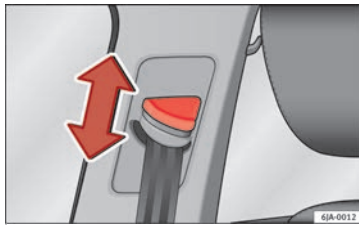

Abb. 81 Einbauort der Gurthöheneinstellung.
- Drücken Sie den Umlenkbeschlag im oberen Bereich und halten Sie den Beschlag in dieser Stellung » Abb. 81.